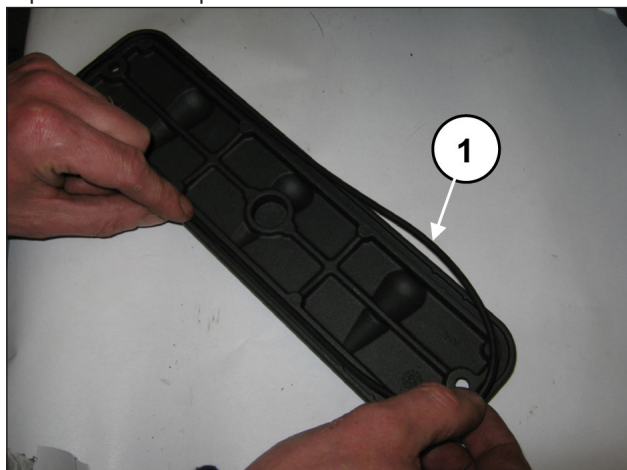
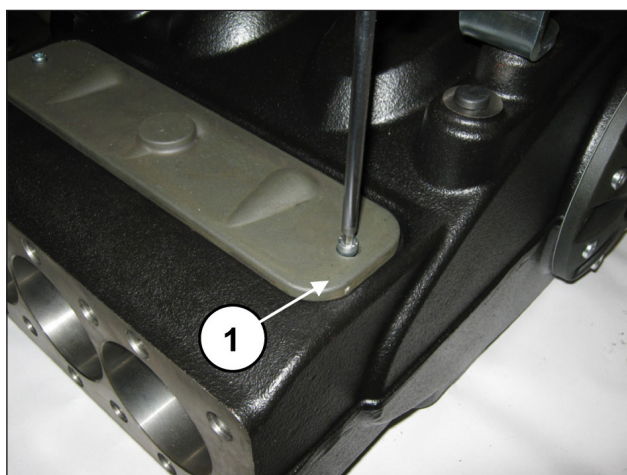

Fig. 91
Fig. 92
Appliquer les couvercles d'inspection avec les joints toriques (rep. ①, Fig. 91) et serrer à l'aide de 2+2 vis M6x14 (rep. ①, Fig. 92).